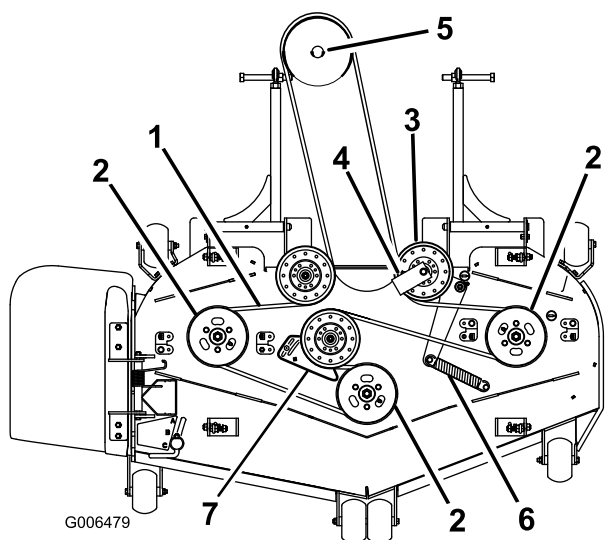
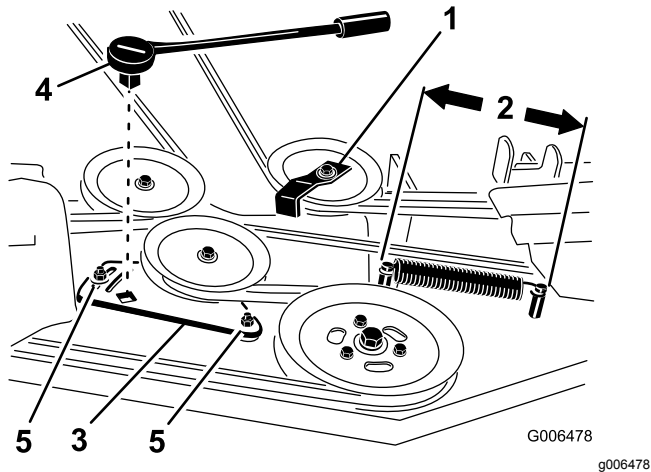

Figure 75
Figure 77
4. Pour les tabliers de 183 cm (72 po), desserrez les boulons de fixation de la plaque de la poulie de tension (Figure 77).
6. Enlevez le guide de courroie de la poulie de tension rappelée par ressort, comme montré à la Figure 75 et la Figure 77.
8. Acheminez la courroie neuve autour des poulies du tablier de coupe et de la poulie du boîtier d'engrenages, sous le moteur (Figure 75).
9. Montez le guide de courroie sur la poulie de tension rappelée par ressort à un angle de 45 degrés comme montré à la Figure 75 et la Figure 77. Serrez le boulon à un couple de 37 à 45 N·m (27 à 33 pi-lb).
10. Montez le ressort de la poulie de tension sur les 2 ergots (Figure 75 et Figure 77).
4. Mesurez la longueur du ressort (Figure 77). Si elle est comprise entre 10 et 26 cm (25,4 et 10¼ po), d'un ergot à l'autre, aucun réglage n'est nécessaire.
5. Desserrez les boulons de fixation de la plaque du bras de tension (Figure 77).
6. Insérez un manche à rochet ou une barre de levier dans le trou carré de la plaque pour régler la tension (Figure 77).
7. Tournez le manche à rochet ou la barre de levier pour déplacer la plaque jusqu'à ce que la longueur du ressort atteigne 25,4 à 26,0 cm (10 à 10¼ po) entre les ergots, comme montré à la Figure 77.
8. Tout en maintenant la courroie tendue, serrez les boulons de fixation de la plaque du bras de tension (Figure 77).